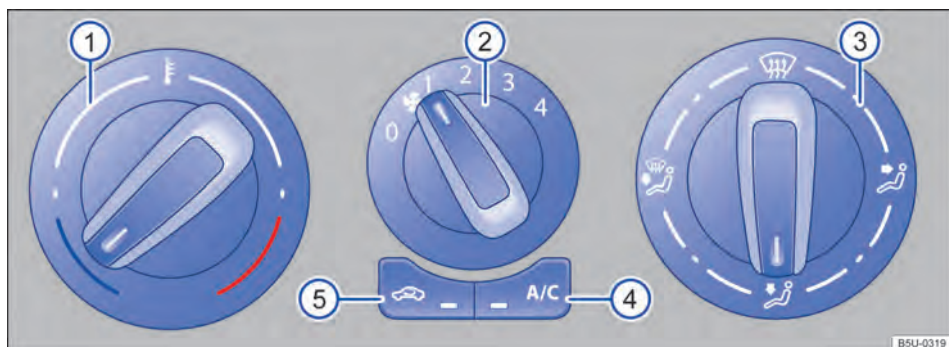

Fig. 73 Comandos do ar-condicionado.
- *Ar-condicionado*: girar o regulador do ventilador para o nível 0 → Fig. 73 ②.
- *Ar-condicionado*: girar o regulador rotativo esquerdo → Fig. 73 ① para regular a respectiva temperatura.
- *Ar-condicionado*: girar o regulador do ventilador → Fig. 73 ②.
- *Ar-condicionado*: girar o regulador da direita → Fig. 73 ③ para posição desejada.
- Girar o botão da distribuição de ar → Fig. 73 ③ para a posição , nesta posição o modo de recirculação de ar é automaticamente desligado.
- Girar o botão do ventilador ② no nível 3 ou 4.
- Girar o botão da temperatura ① para a posição desejada.